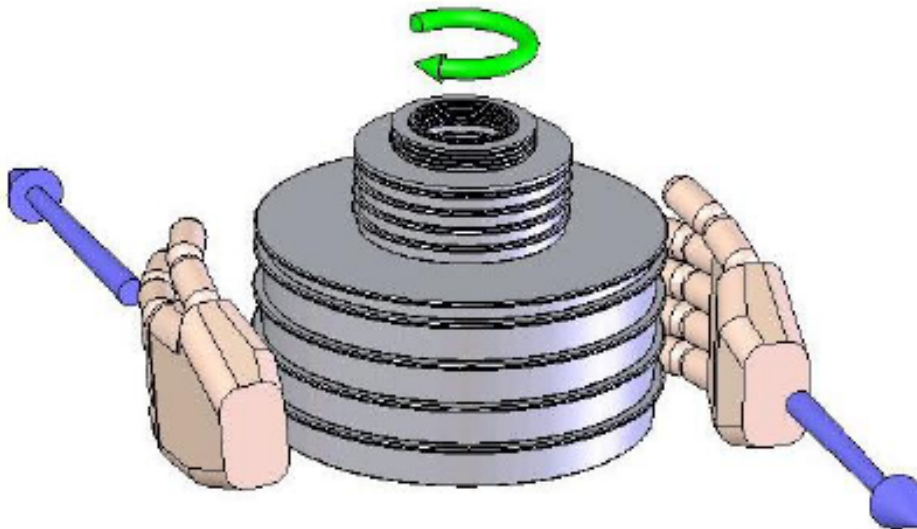

Abbildung 3-2. Gewichtsrotation
6. Drehen Sie den Gewichtstapel vorsichtig im Uhrzeigersinn, sodass es sich etwa zwischen 10 und 60 rpm dreht. Vermeiden Sie Seitenbelastung beim Drehen der Gewichte, indem Sie Ihre Handflächen an beiden Seiten platzieren und den Stapel "rollen", indem Sie in entgegengesetzte Richtungen ziehen, siehe Abb. 3-2. **Drehen Sie die Gewichte NICHT, wenn sich der Kolben am oberen oder unteren Ende des Hubwegs befindet.**